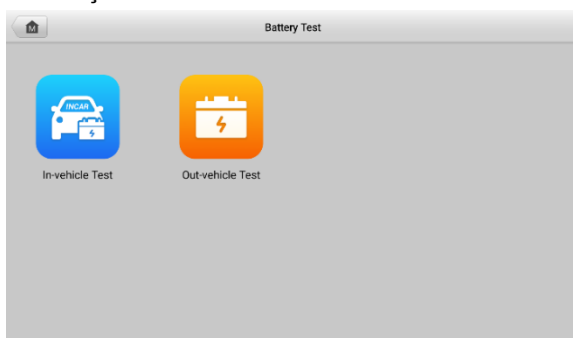

Figura 8-3
1. Toque no aplicativo **Teste de Bateria** no Menu *de Tarefas* do MaxiSys . A tela de Teste de Bateria será exibida (consulte *Figura 8-3*) .